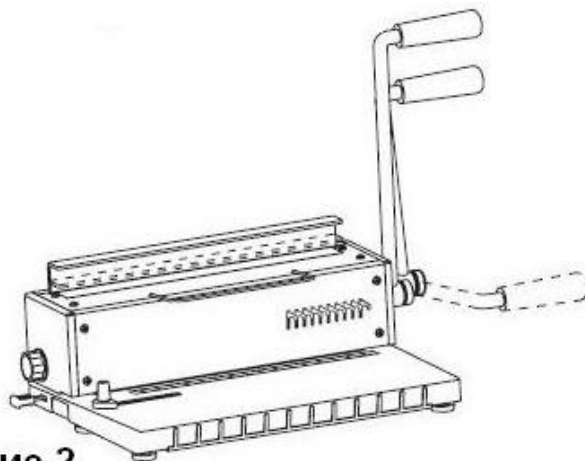

рис.2
- И. Плавное опустите рычаг до предела. (смотрите рис.2)